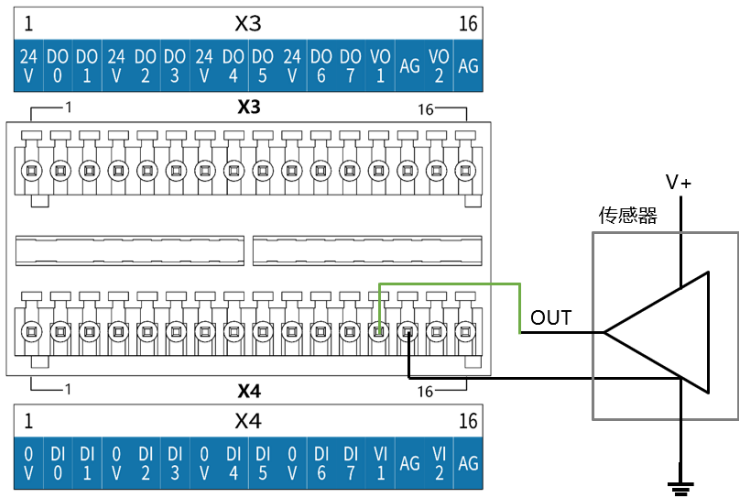

图 7-14 模拟电压输入连接传感器
- 模拟电压输入接线方法 模拟电压输入可参考如图 7-14 示例外部传感器接线方法。